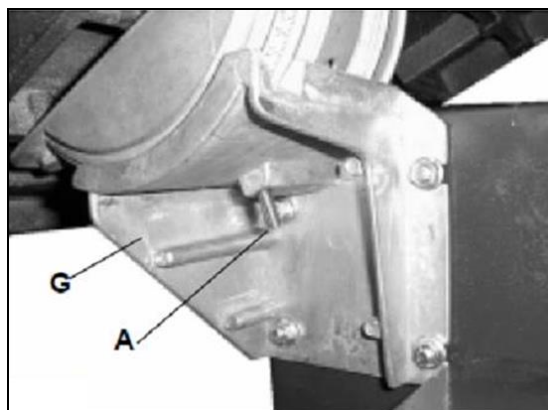

Fig 4
Monter la table sur le dispositif d’inclinaison inférieur (G). Pour cela passer la vis à tête plate à travers la perforation et serrer l’écrou papillon. (Fig 4).